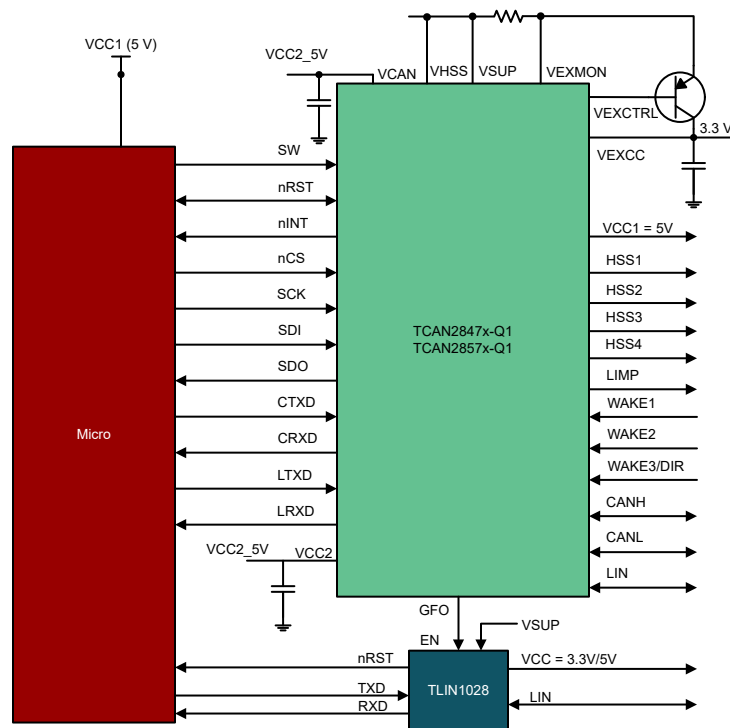

图 9-5. 使用 LIN SBC 进行通道扩展
- 可以通过使用 TCAN2857-Q1 和 TLIN1028x 实现带 LIN 收发器的第二个 SBC，请参阅图 9-5